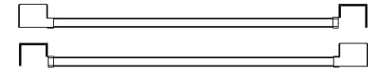

Fig. 17
12. a. Choisissez le coup de pied à placer sous l'appareil en fonction du côté de la charnière de porte (Fig. 17). Vous n'avez pas besoin de l'autre coup de pied.